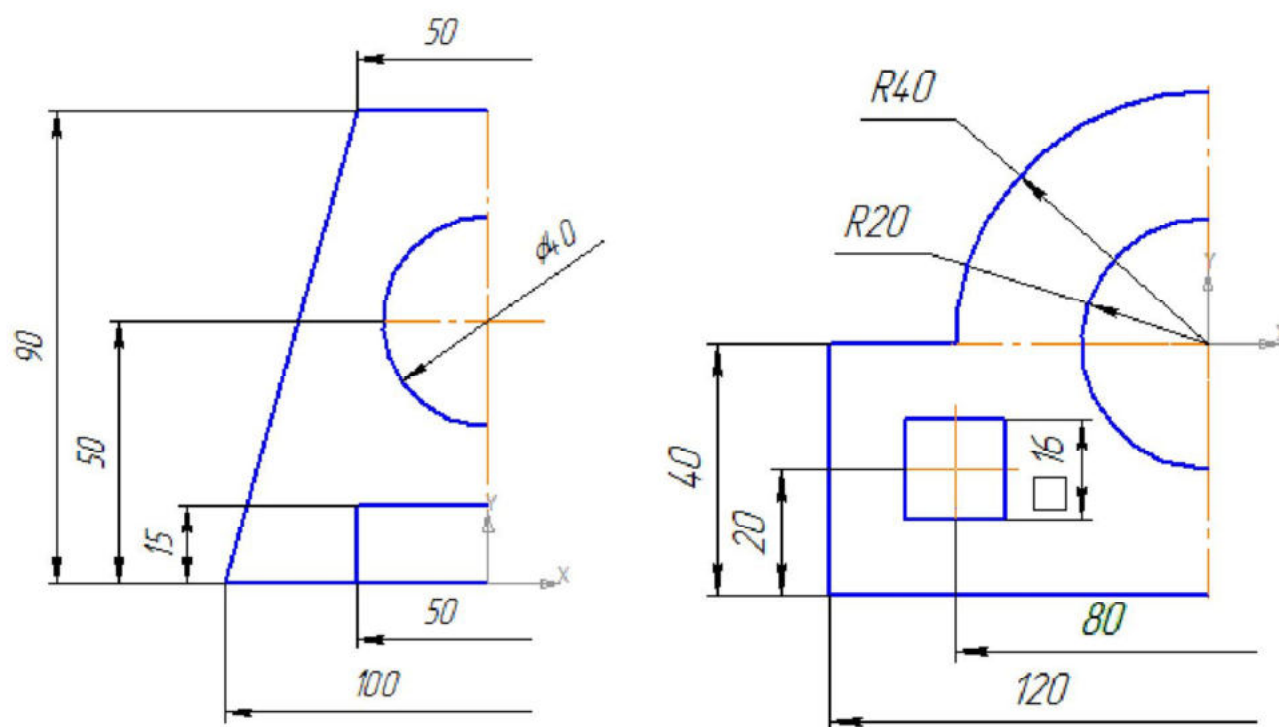

Рис. 4
- Постройте чертеж плоской детали по имеющейся половине изображения, разделенной осью симметрии (рис. 4).